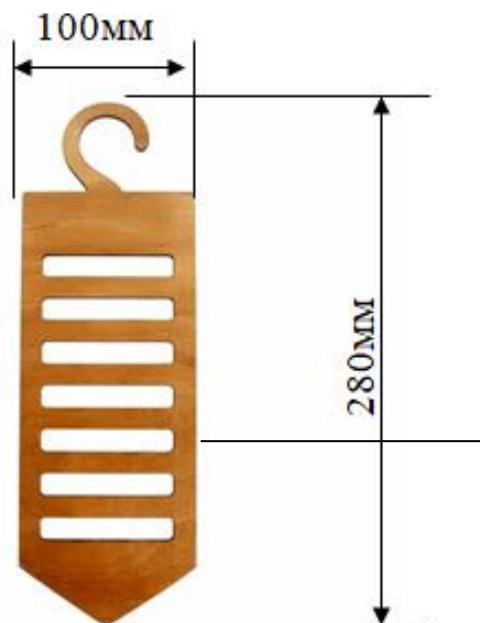

Рис. 1. Наглядное изображение изделия
1. По указанным данным, сделайте модель вешалки для галстуков (Рис.1).